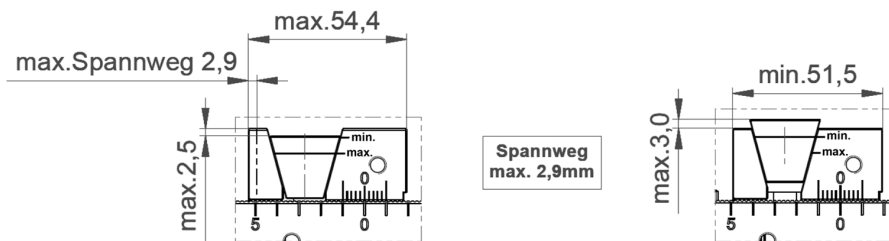

Abbildung 15: Obere und untere maximale Keilposition CombiRail 50
- Die Schraube des Spann-Keils (11) wird gelöst
- Die maximale obere Position des Spann-Keils ist zu beachten – Maße je nach CombiRail-Typ (Abbildung 14, Abbildung 15)
- Die maximale untere Position des Spann-Keils ist zu beachten – Maße je nach CombiRail-Typ (Abbildung 14, Abbildung 15)